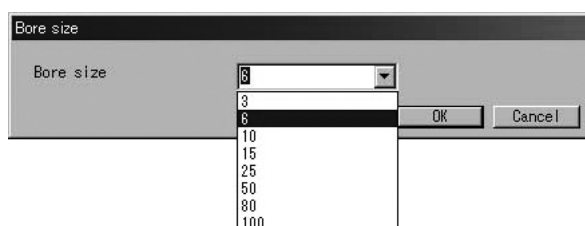

図58
- ③ 図58のように、右側の矢印をクリックしてドロップダウンリストの中から設定する口径を選択してください。